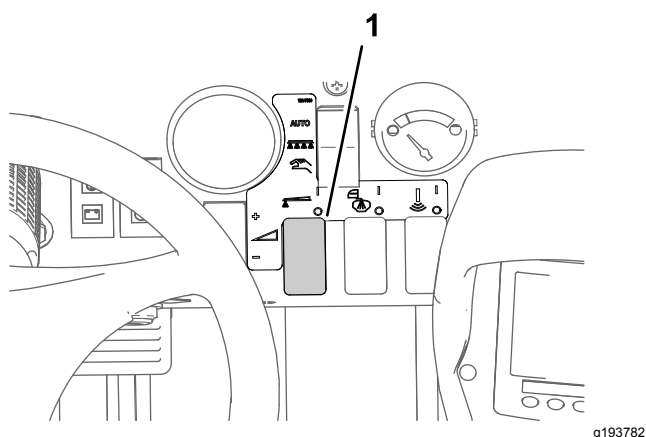

Рисунок 33
8. С помощью переключателя нормы внесения установите необходимое давление, как описано в руководстве по выбору сопел, поставляемому вместе с опрыскивателем (Рисунок 33).